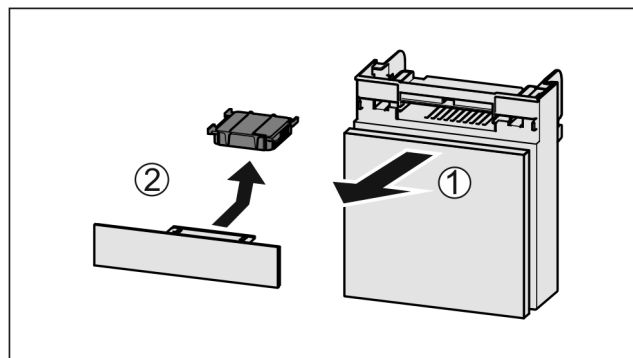

Fig. 57
- ▶ Predal izvlecite Fig. 57 (1) naprej.
- ▶ Odstranite Fig. 57 (2) aktivni ogljeni filter.